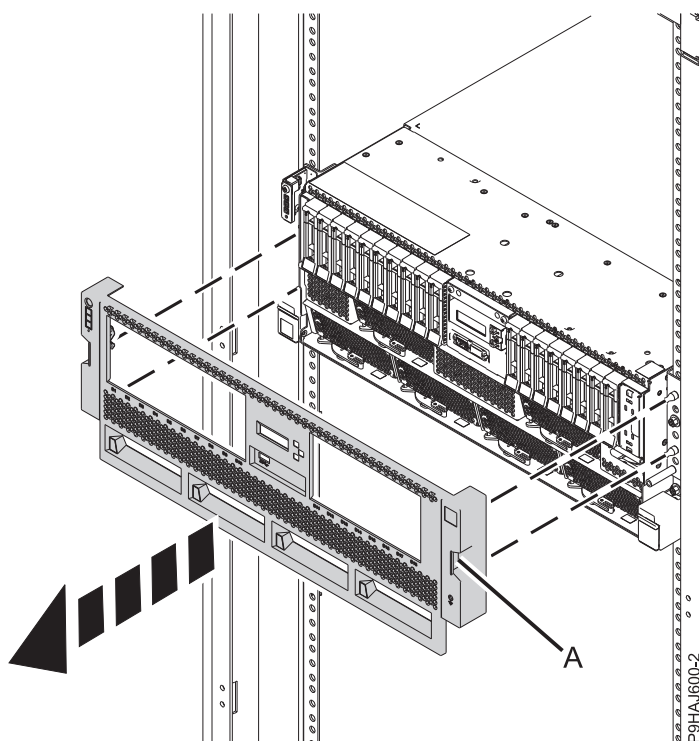

Figura 14. Extracció de la coberta frontal
2. Per un sistema muntat en bastidor, traieu la coberta frontal fent-la sortir del sistema. La coberta té osques (A) on la podeu fer aguantar més fàcilment. Consulteu Figura 14.